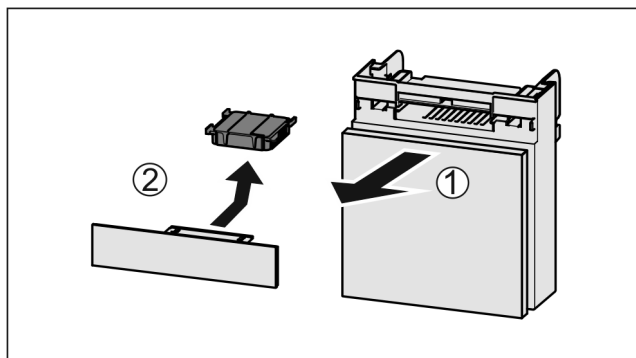

Fig. 181
- Estrarre il vano tirando in avanti Fig. 181 (1).
- Rimuovere il filtro a carboni attivi Fig. 181 (2).